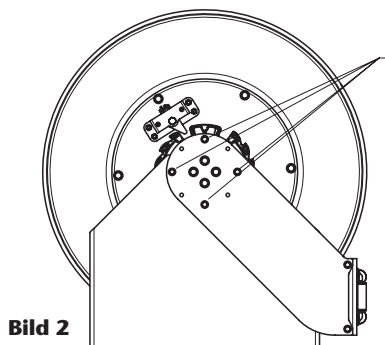

Bild 2
Um die Führungsarme in die gewünschte Stellung zu bringen, müssen die Schrauben (1) (Abb. 2) an beiden Armen gelöst und entfernt werden, so dass die Trommel zusammen mit den Führungsarmen vom Rahmen getrennt ist. Daraufhin können die Arme in die gewünschte Stellung gebracht und mit denselben Schrauben wieder befestigt werden.